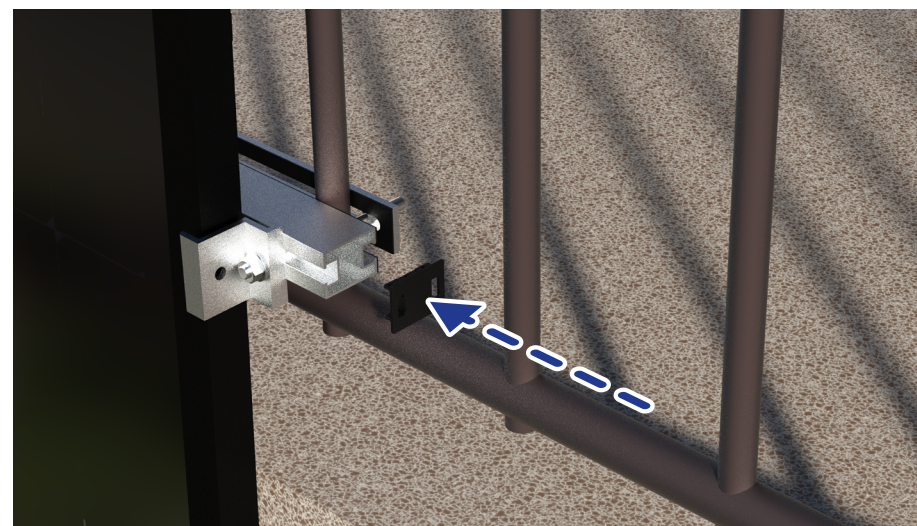

Fig. 15
12. Inserire le coperture in gomma alle estremità del profilato metallico (Fig. 15).